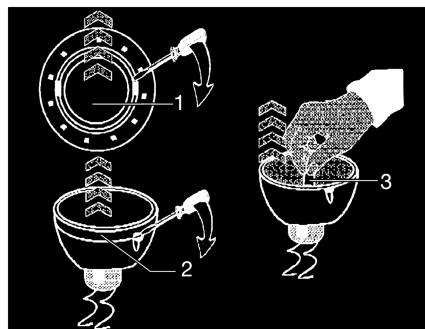

Fig. 257 Remplacer l'ampoule halogène
- Desserrer la bague de recouvrement intérieure (Fig. 257,1) du boîtier avec un tournevis.
- Défaire la bague de recouvrement avec le panneau en verre (Fig. 257,2) de la partie inférieure de la lampe halogène encastrée à l'aide d'un tournevis.
- Retirer l'ampoule halogène (Fig. 257,3).